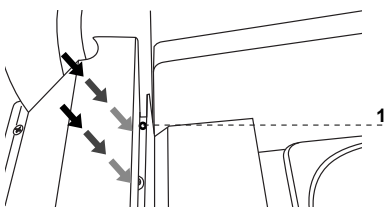

Рис.6 Крепление стеклнного экрана
4. Установить передний экран Рис.6 (стр.34)